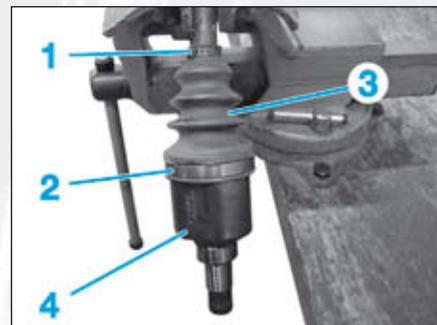

FIG.15
- Déposer les colliers de serrage (1) et (2) (Fig.15).
- Ecarter le soufflet de transmission (3).
- Déposer le boîtier tripode (4).
- les colliers de serrage (1) et (2) du soufflet de transmission (3) (Fig.15).
- le boîtier tripode (4),
- le soufflet de transmission (3).